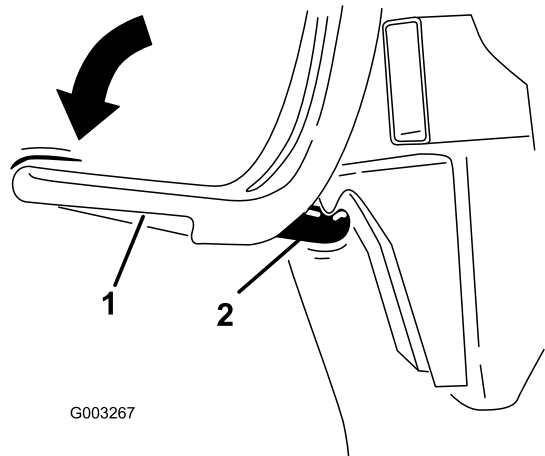

Figure 11
8. Placez le verrou du système de ramassage sous le crochet de verrouillage (Figure 11).
9. Appuyez sur le verrou du système de ramassage jusqu'à ce qu'il soit enclenché (Figure 11).